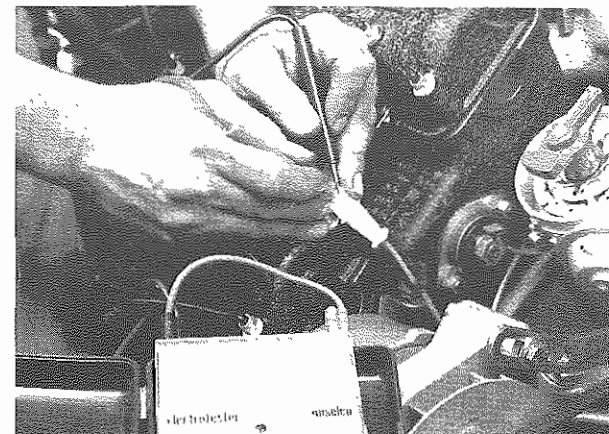

Fig. 6 - Controllo trasduttore
- Allacciare un tester (**Fig. 6**) e disporre l'interruttore di settore su $\times 0,1$ V.
- Contact a tester (**Fig. 6**) and place sector switch on $\times 0.1$ V.